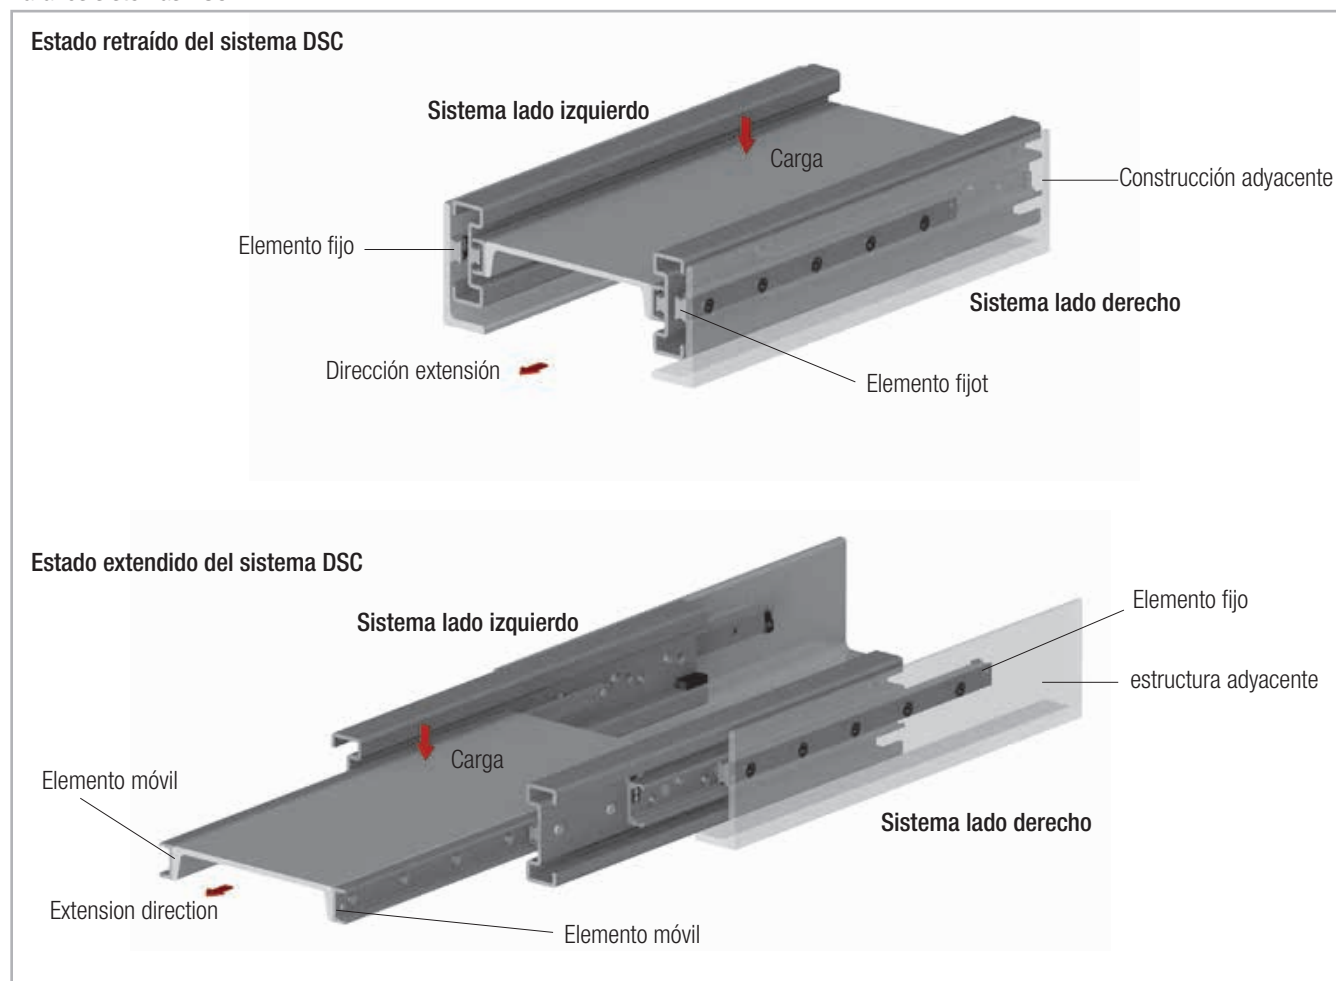

Fig. 76
- Durante el montaje, asegurarse de que la carga esté montada en el elemento móvil (ver Fig.76). Un montaje invertido perjudicaría un funcionamiento correcto.